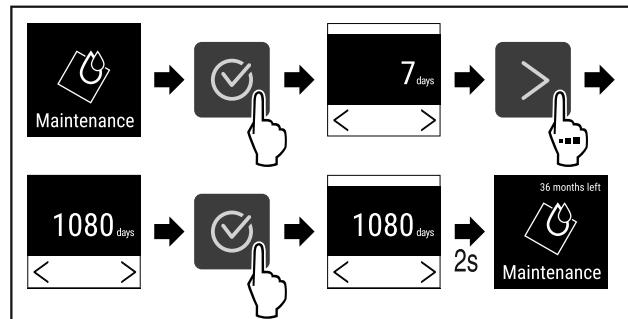

Fig. 75
- Vykonalte kroky akcie (pozri Fig. 75).